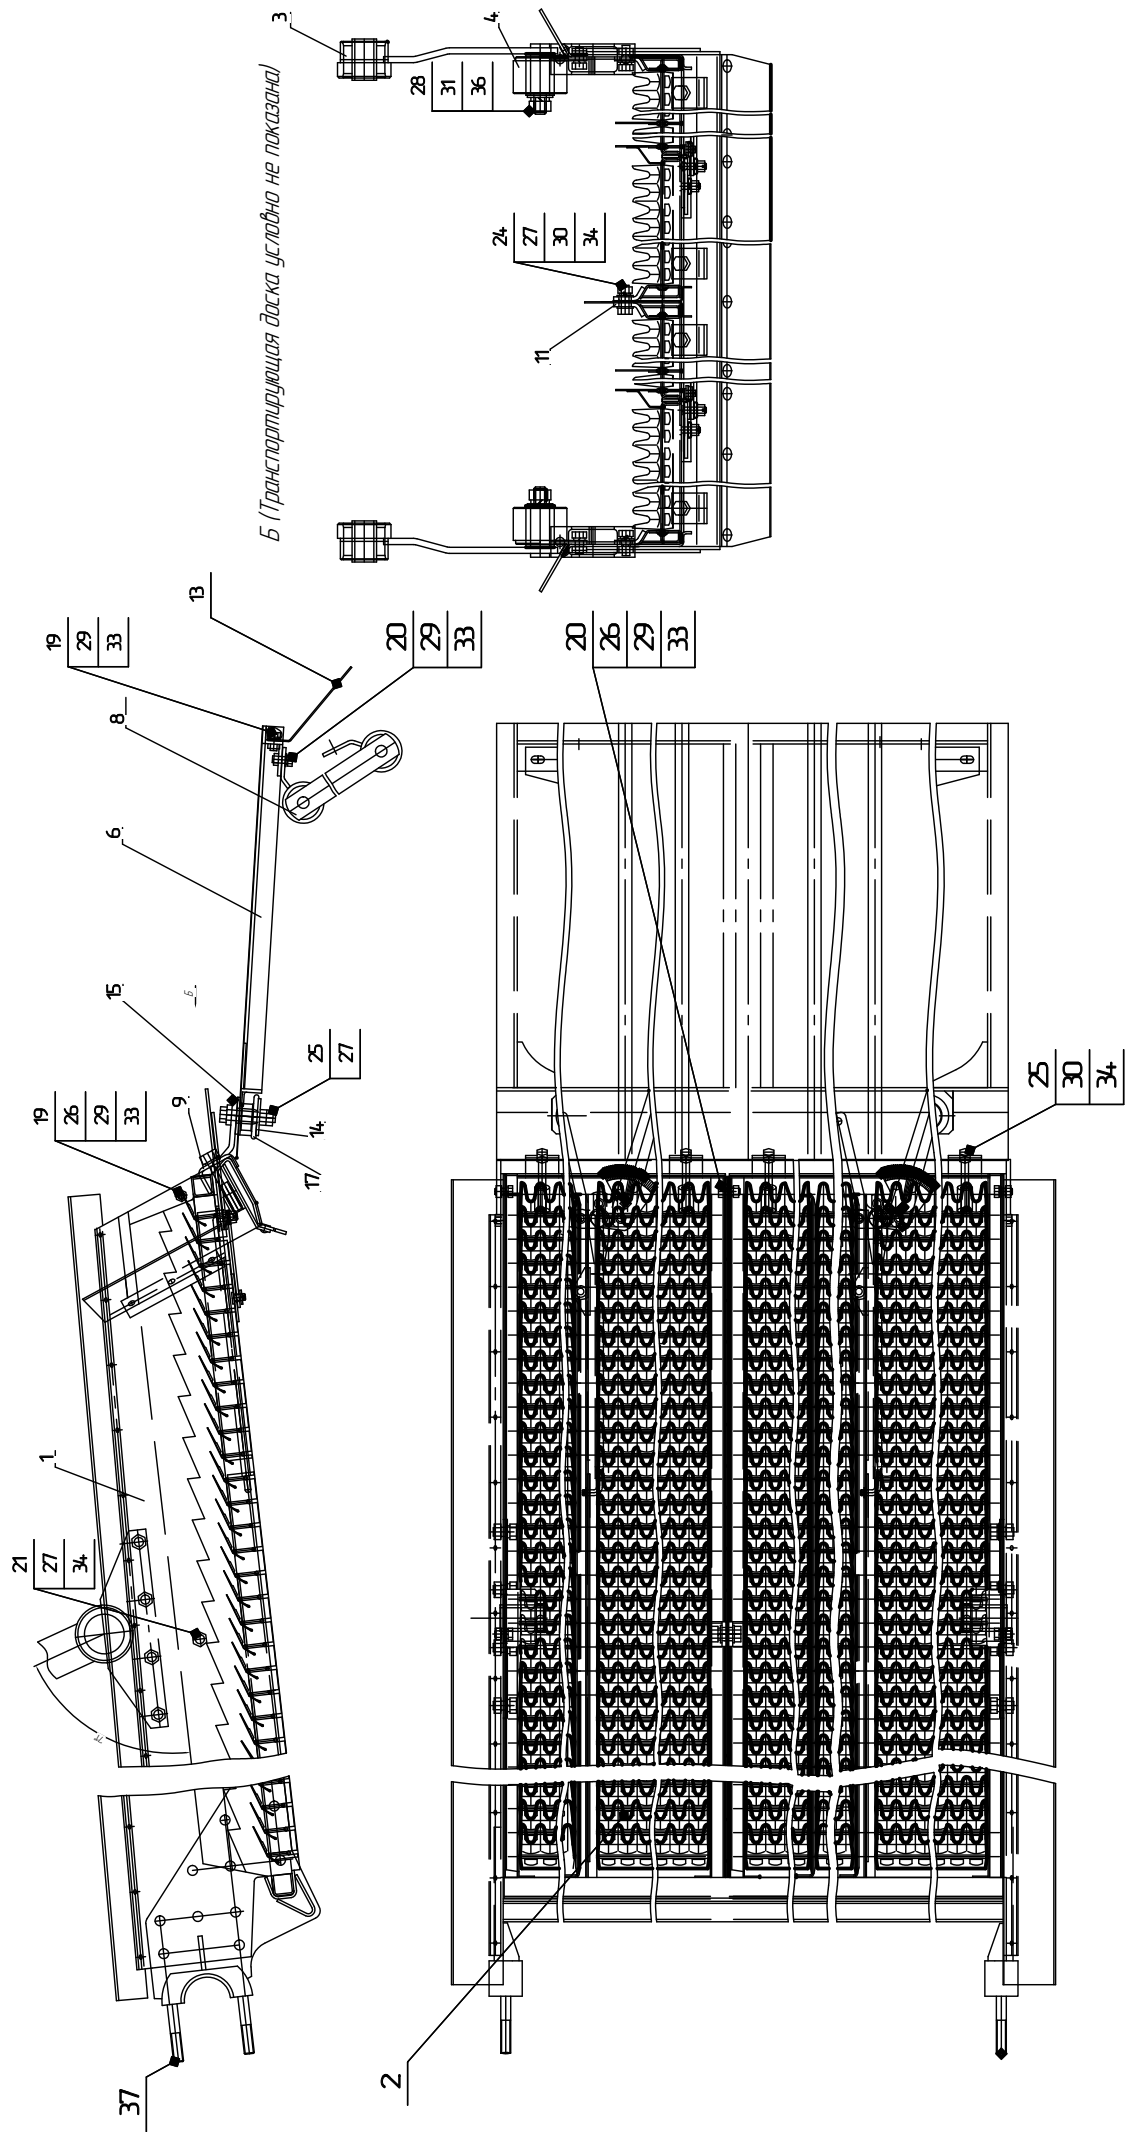

Рис. 1
Стан решетный верхний ВР-08.00.000□ (рис.1) состоит из рамы 1, в которую устанавливаются два верхних решета 2 и крепятся к раме скобами 9, прижимами 11, болтами. Стан соединяется в передней части через сайлент-блоки с валом стрясной доски, а в задней части подвешен на рычагах, закрепленных на осях панелей молотилки.
7. Установить транспортирующую доску согласно рис.1.